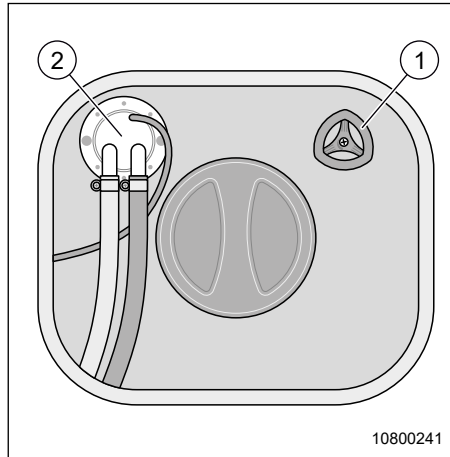

Fig. 96 Réservoir d'eau fraîche
3. Tourner le robinet de vidange (Fig. 96, pos. 1) dans le sens horaire pour fermer le réservoir d'eau fraîche.
Serrer le robinet de vidange (Fig. 96, pos. 1) à la main. Ne pas le fermer en le forçant !
3. Tourner le robinet de vidange (Fig. 96, pos. 1) deux tours dans le sens anti-horaire et ouvrir le réservoir d'eau.
6. Fermer le robinet de vidange (Fig. 96, pos. 1) dans le sens horaire.